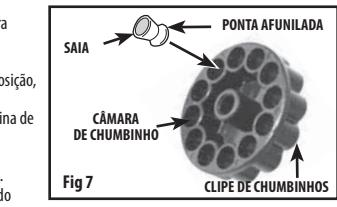

Fig 7
- Coloque um chumbinho calibre .177; primeiro a ponta afunilada, em cada câmara do clipe de chumbinhos (Fig. 7). Para evitar chumbinhos presos ou deformados, a sala de cada chumbinho precisa ficar nivelada ou ligeiramente abaixo da superfície da câmara do chumbinho.